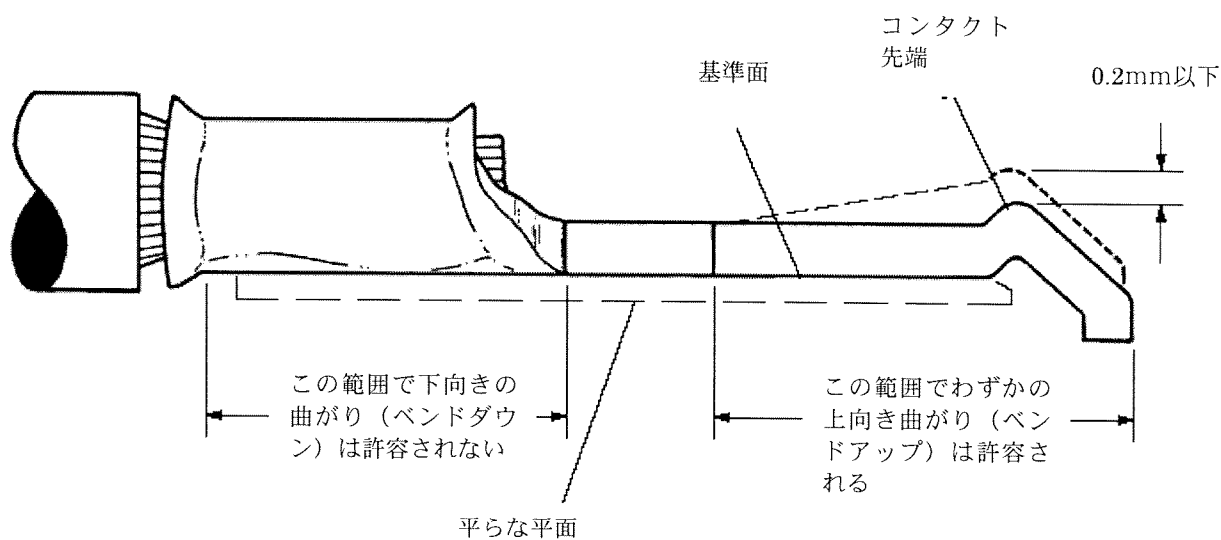

Fig. 3
1. コンタクト先端が Fig. 3 に示す許容範囲を越えないこと。
1. Fig. 3 の様にコンタクトを平らな平面に載せて